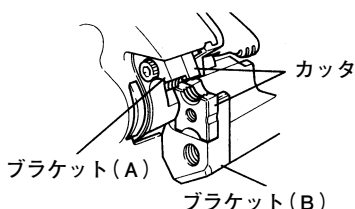

図 9
- (1) スイッチ引金を軽く引いて、ブラケット(A)を動かし、図 9 に示すようにカッタが開いた状態で停止させます。